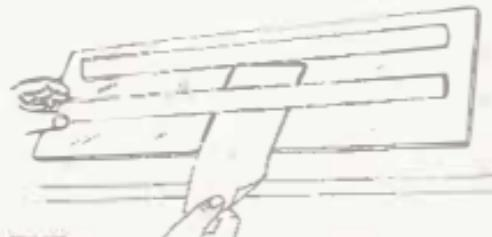
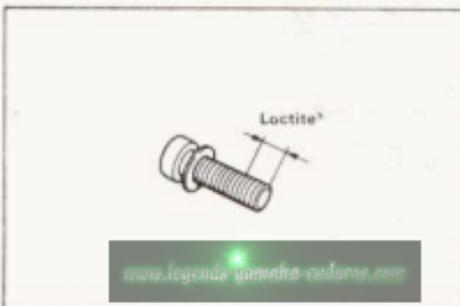

Bild 182
Bild 183
- Gabelstandrohre dürfen nicht verbogen sein. Prüfung lt. Bild 182.
- Gabelstandrohr nahezu waagrecht halten, Dämpferkolben (10) mit aufgesteckter Anschlagfeder (13) und aufgezogenem Kolbenring (12) mit schlankem Teil voran von oben in Gabelstandrohr einführen und so weit durchschieben bis der schlanke Teil unten aus dem Gabelstandrohr austritt. Ganz ausziehen, bis Anschlagfeder anschießt.
- Konische Hülse (15) mit dem Konus nach oben auf schlanken Teil des Dämpferkolbens aufsetzen.
- Ist untere Gleitbuchse (14) am Gabelstandrohr angebracht?
- Gabelleitrohr über Standrohr schieben, bis konische Hülse (15) Boden des Gleitrohrs berührt.
- Schraube (16) mit Kupferdichtung (wie in Bild 183 gezeigt) mit Loctite gesichert ansetzen und festziehen (20 Nm). Wenn erforderlich Gegenhalter lt. Bild 58.14 benutzen.